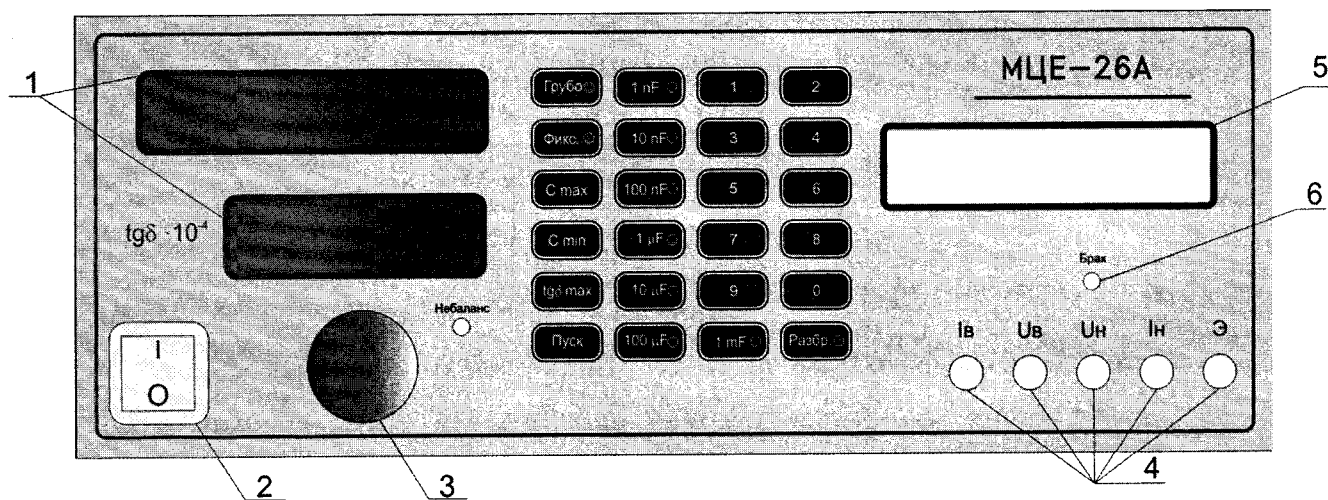

Рисунок 2
6.1 Подключить измерительный кабель к разъемам «Iв», «Uв», «Uн», «Iн» 4 (см. Рисунок 2), в соответствии с надписями на передней панели прибора и гравировкой на разъемах измерительного кабеля. Подключить заземляющий кабель к разъему «Э».
6.5 Для работы с ручным или дистанционным запуском измерения установить ручку регулятора частоты повторения измерений 3 (см. рисунок 2) в левое крайнее положение до щелчка. При необходимости использования автоматического запуска измерений - установить ручкой регулятора необходимую частоту повторений измерений, контролируя частоту повторения измерений по индикатору «Небаланс».
6.8 Снять показания прибора по C и $\text{tg}\delta$ (индикаторы 1, рис. 2).
6.9 Для установки пределов разбраковки по C нажмите кнопку « C_{\min} », а затем наберите пятизначное значение мантиссы минимальной допустимой емкости. При вводе пятой цифры, минимальный предел по емкости устанавливается автоматически (не требует подтверждения ввода). Аналогично произведите установку максимального предела по емкости « C_{\max} » и максимального предела по тангенсу угла потерь « $\text{tg}\delta_{\max}$ ». При вводе ошибочных значений - прибор сигнализирует звуковым сигналом низкого тона. Вводимые значения пределов отображаются на индикаторе 5 (см. рисунок 2). При вводе значения предела, под вводимой цифрой мигает курсор, после ввода значения предела - индикация курсора отключается.
6.10 Включение режима разбраковки производится нажатием на кнопку «Разбр». В этом режиме включение индикатора 6 (см. рисунок 2) «Брак» соответствует выходу измеряемых параметров за установленные пределы.